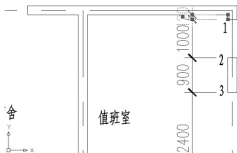

图 3.58 在无命令的状态下选中“120”尺寸线
(1) 在无命令的状态下选中“120”尺寸线, 如图 3.58 所示, 将出现 5 个蓝色的夹点, 其中有一个夹点位于“120”文字上, 该夹点是控制“120”文字位置的夹点。